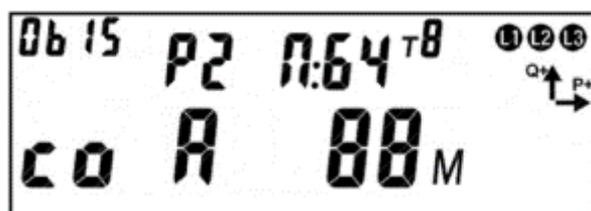
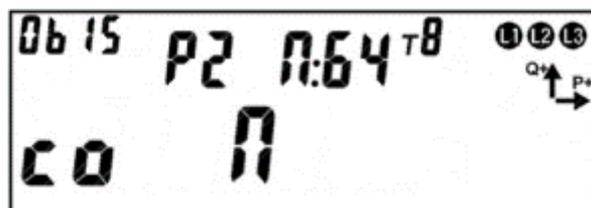

Рисунок 198 – Для возврата реле в нормальное состояние требуется подтверждение по интерфейсу.
Рисунок 199 – Для возврата реле в нормальное состояние требуется подтверждение кнопкой.
- признак требования подтверждения возврата реле в нормальное состояние: А – для возврата реле в нормальное состояние требуется подтверждение по интерфейсу (см. рисунок 198); П – для возврата реле в нормальное состояние требуется подтверждение кнопкой (см. рисунок 199). Признак требования подтверждения возврата реле в нормальное состояние выводится на ЖКИ если реле находится в состоянии «сработало». Если для возврата реле требуется оба подтверждения, на ЖКИ будет выведен признак А, после получения подтверждения возврата по интерфейсу, на ЖКИ будет выведен признак П. Признак П выводится на ЖКИ после отсчета времени задержки возврата реле в нормальное состояние;
находится в состоянии «замкнуто» (нормальное состояние реле), символ «» на ЖКИ отсутствует. Если для возврата реле в нормальное состояние требуется подтверждение по интерфейсу, на ЖКИ в окне состояния реле будет отображен признак **A** (см. рисунок 198).
В этом случае для подтверждения возврата реле в нормальное состояние нужно: передать в счетчик по интерфейсу команду подтверждения, при этом признак **A** исчезнет с ЖКИ. Если для возврата реле в нормальное состояние требуется подтверждение кнопкой, на ЖКИ в окне состояния реле будет отображен признак **П**, а поле времени задержки возврата реле в нормальное состояние будет пустым (см. рисунок 199).